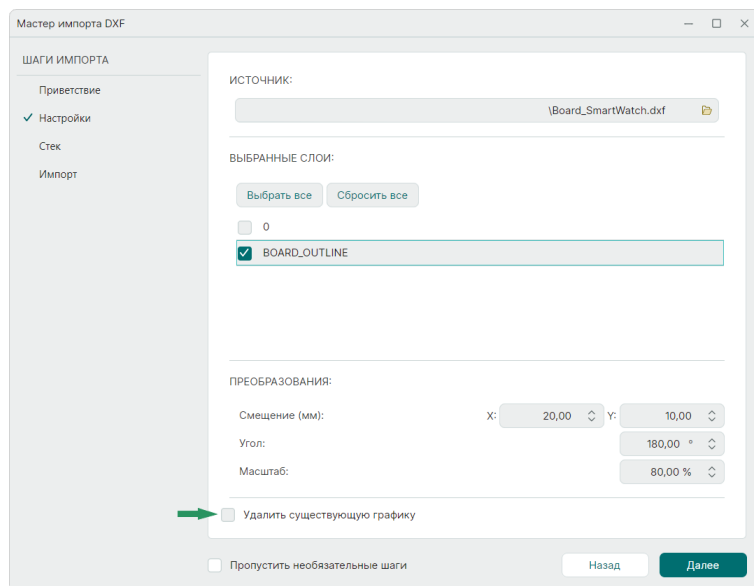

Рис. 69 Выбор слоев для импорта
6. При необходимости внесения изменений в импортируемые объекты установите соответствующие параметры в разделе «Преобразования» и нажмите «Далее», см. Рис. 69.